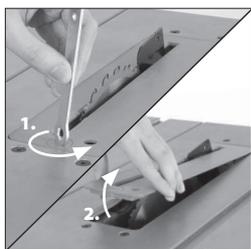

Fig. 14
- Retire la placa de acceso de la mesa girando el tornillo de fijación $\frac{1}{4}$ de vuelta. Levante la placa de acceso de la máquina (**Fig. 14**). Almacene con cuidado este componente para su uso posterior.